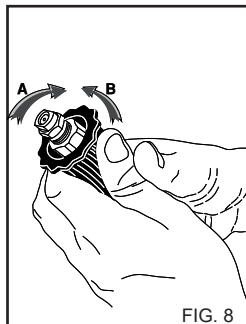

FIG. 8
Para la versión con aspiración de detergente, active el mando de aspiración del detergente presente en la lanza (fig. 8). Deje actuar durante unos minutos.
- 4) Después de utilizar el detergente, enjuague el circuito de aspiración; introduzca el tubo de aspiración (fig. 8) del detergente en un bidón de agua limpia y haga funcionar la bomba durante 1 minuto con la lanza en la posición de erogación de detergente.
## USO DEL CABEZAL REGULABLE (Fig. 8) (Vers. DS)